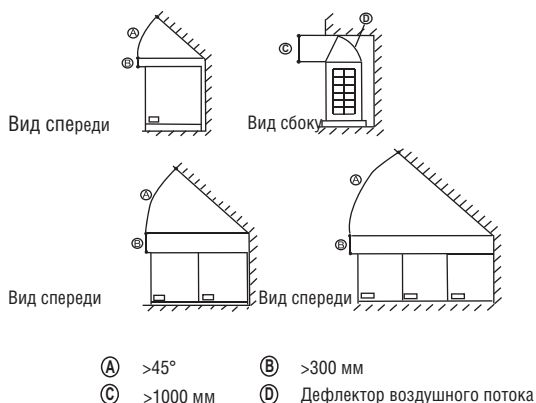

Рис. 4-14
- При наличии препятствий над наружным блоком см. рис. 4-14.